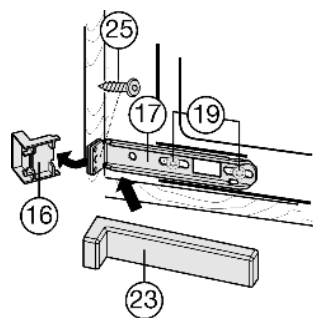

Fig. 20
- ▶ Allentare le viti Fig. 20 (19).
- ▶ Avvitare la squadretta di fissaggio Fig. 20 (17) al fianco del mobile con viti per truciolare Fig. 20 (25) \varnothing 4x19.
- ▶ Staccare l'estremità sporgente della copertura Fig. 20 (16). Non è più richiesta.
- ▶ Serrare le viti Fig. 20 (19).
- ▶ Applicare la copertura Fig. 20 (23) sulla squadretta di fissaggio Fig. 20 (17) inferiore.